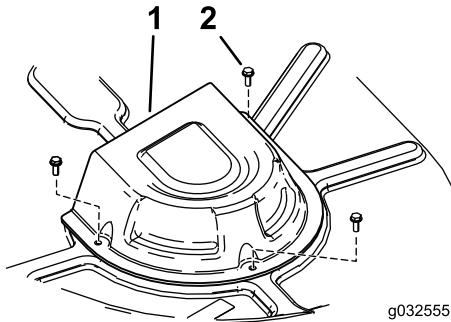

Bild 56
4. Entfernen Sie die Abdeckungen der Riemenscheibe ab (Bild 56).